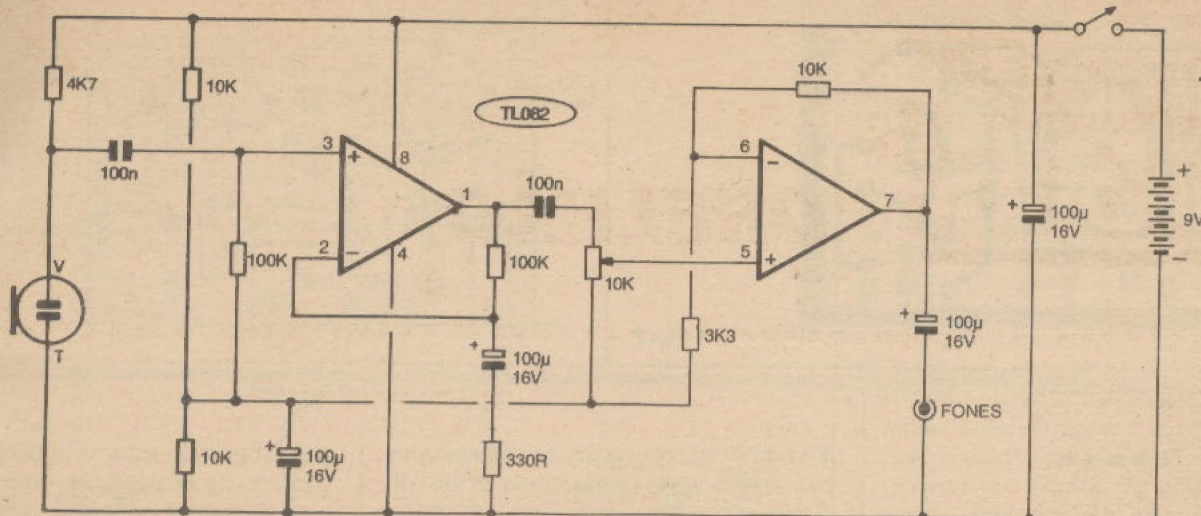

Fig.1
- **FIG. 1 - DIAGRAMA ESQUEMÁTICO DO CIRCUITO** - Utilizando os dois módulos amplificadores operacionais contidos num único *chip* de integrado TL082, o circuito do **ORELHÃO** apresenta dois blocos elementares, porém eficientes... O primeiro deles é estruturado como poderoso amplificador de tensão, cujo ganho e faixa de frequências é basicamente determinado pelos valores dos resistores de 100K/330R e capacitor de 100u, que formam a rede de realimentação controlada entre o pino de saída desse primeiro módulo (1) e a sua entrada *inversora* (pino 2). A relação de valores oferece um fator de amplificação (ganho) de aproximadamente 300 vezes... A entrada de sinal é feita pelo pino 3 do integrado (*não inversora*), que se encontra polarizado a *meia tensão* de alimentação, via *totem* de resistores de 10K, com a intermediação de mais um resistor de 100K, de modo a garantir o máximo de